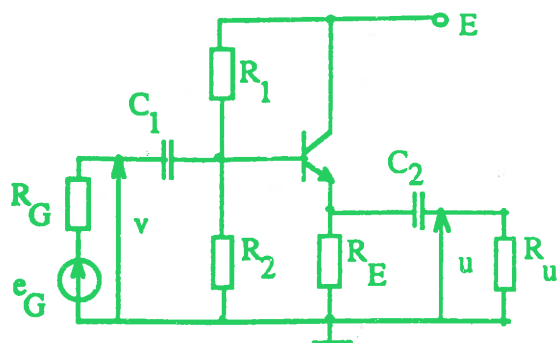

Fig.2
-On calcule la valeur maximale de R_E de (13).
-On trouve la valeur de R_C de (8) et on vérifie si $R_C \leq R_{Smax}$; sinon, on choisit $R_C = R_{Smax}$ et on corrige R_E .
-On détermine les valeurs minimales de I_{C0} de (11) et de V_{CE0} de (12).
C. Conception d'un étage CC (fig.2) capable de fournir une puissance maximale à la charge.